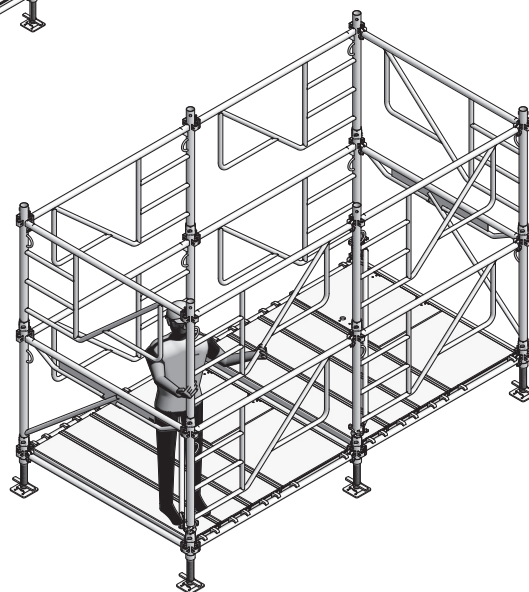

Fig. 16.4
- Poser les cadres 100 MT du niveau 2 (Fig. 16.4) à partir du plancher du niveau 0.